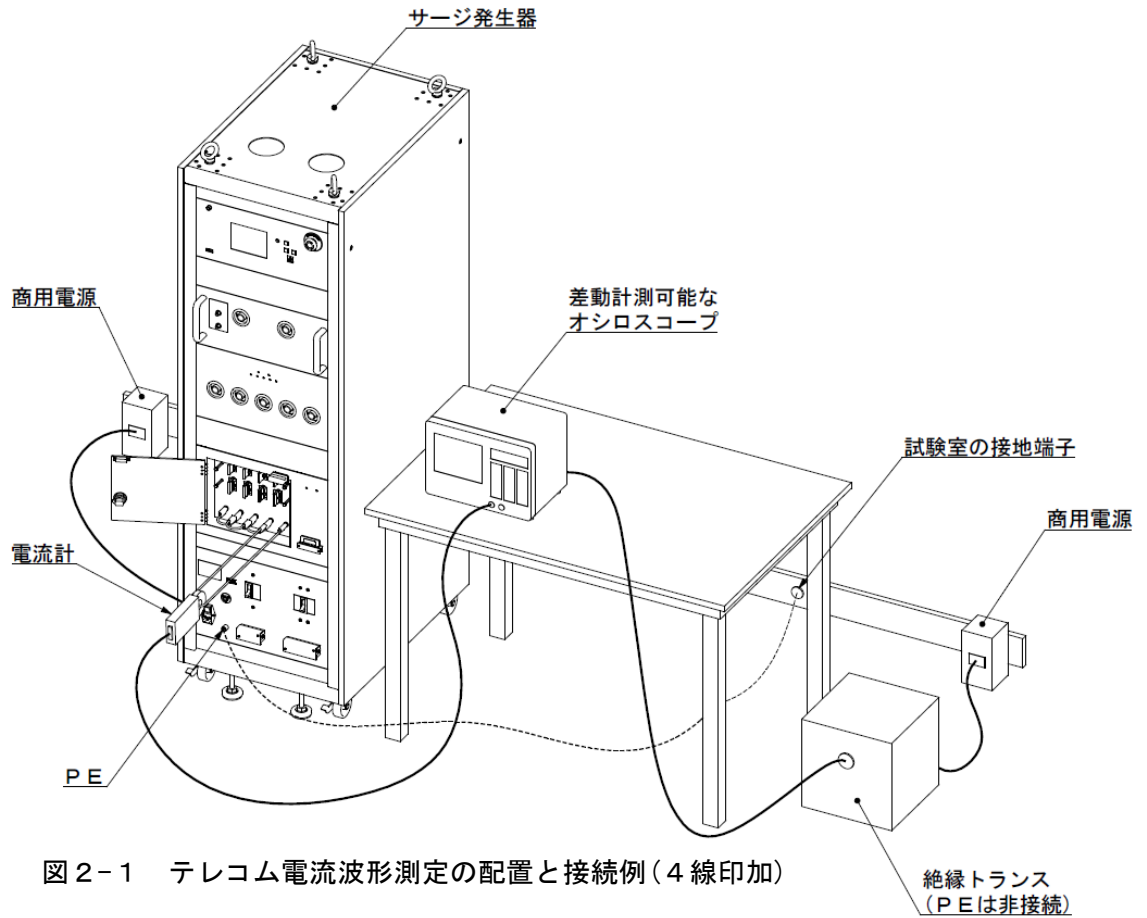

図2-1 テレコム電流波形測定の設定と接続例(4線印加)
- ① オシロスコープを設置し、絶縁トランスを介して AC 電源供給を行います。
- ② オシロスコープに、電流トランスフォーマーと組み合わせた電流プローブを接続します。
- ③ サージ試験器の駆動電源を接続します。このとき、接地端子の付いた 3 P の AC ケーブルによって大地アースが確実におこなわれていることを確認してください。大地アースが確実ではないと思われる場合には、図 2-1 の様に、サージ試験器の PE 端子と試験室の接地端子を別のアース線にて接続します。